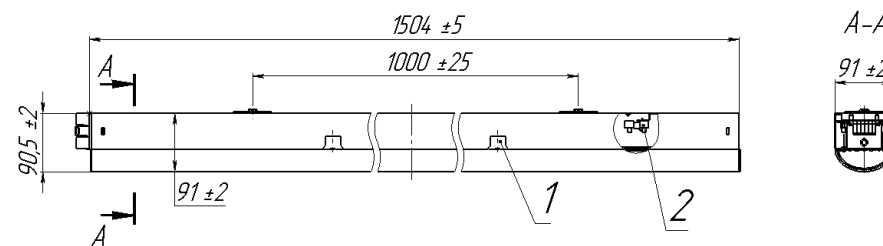

Рисунок 1
2.1 Светильник Маркет ПРО LED-75 (рисунок 1) предназначен для освещения общественных зданий, торговых рядов, фойе, коридоров. Светильники устанавливаются в световую линию и, соединённые между собой, представляют конструкцию любой длины (как и при использовании дополнительных аксессуаров).